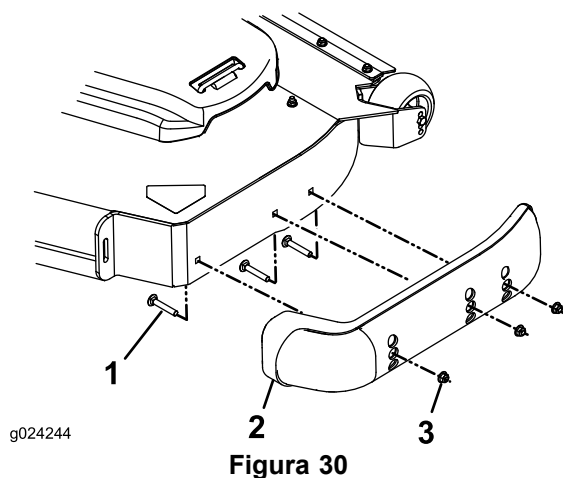

Figura 30
3. Togliete i bulloni a testa tonda e i dadi da ciascun pattino (Figura 30).